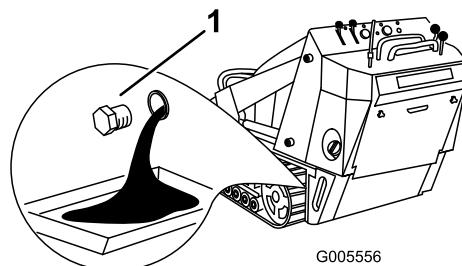

Figure 31
- Enlevez le bouchon de vidange (Figure 31).